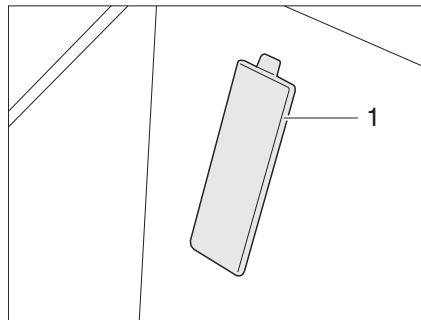

Fig. 266 Tapa del número de chasis (vehículo básico Fiat)
- ▷ En los vehículos con base de Fiat, el número de chasis se encuentra debajo de una tapa (Fig. 266,1) en la entrada del lado del acompañante.